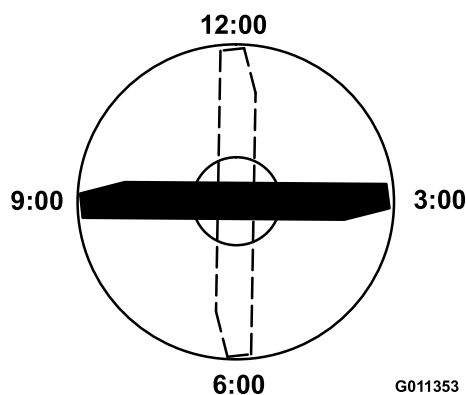

Рисунок 121
- Установите режущую кромку отмеченного конца ножа в положение «12 часов» (строго прямо по направлению скашивания) (Рисунок 121) и измерьте высоту от стола до режущей кромки ножа.
- Поверните отмеченный конец ножа в положения «3 часа» и «9 часов» (Рисунок 121) и измерьте значения высоты.